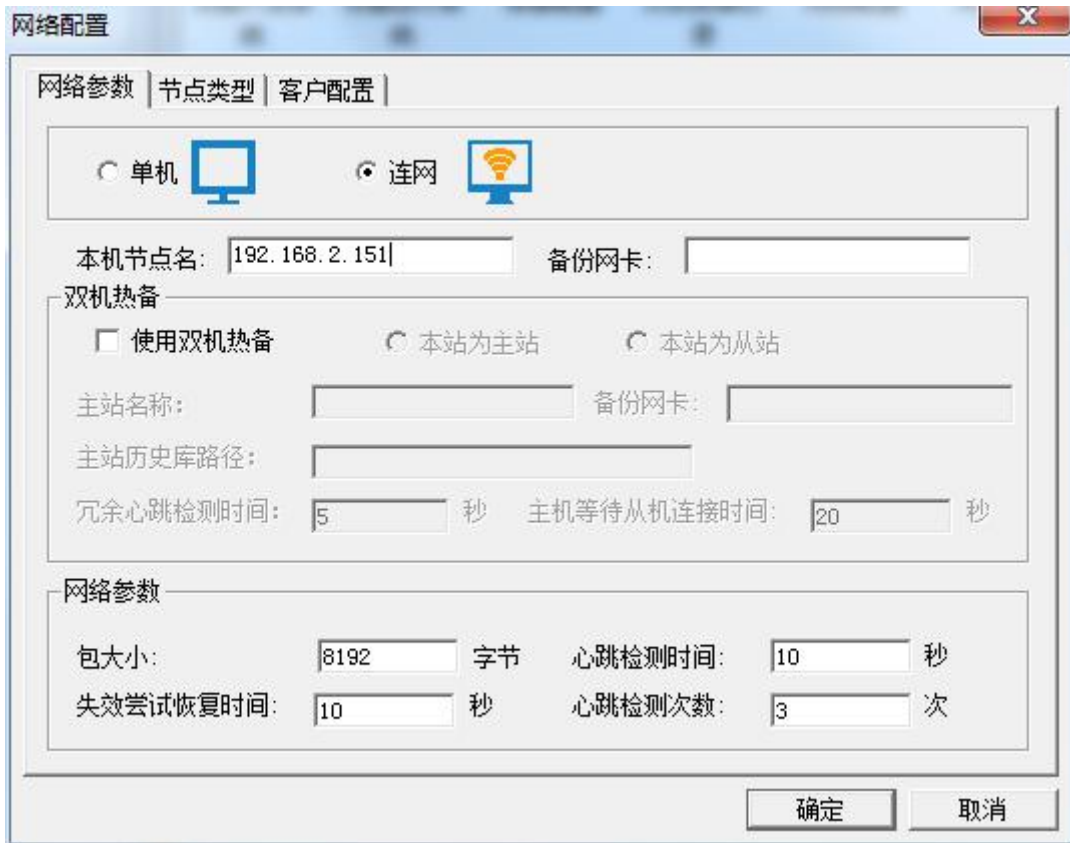

图 11-8 客户端网络参数页对话框
5、在工程浏览器窗口左侧“工程目录显示区”中双击“系统配置”中的“网络配置”选项，弹出网络配置对话框，对话框配置如图 11-8 所示。